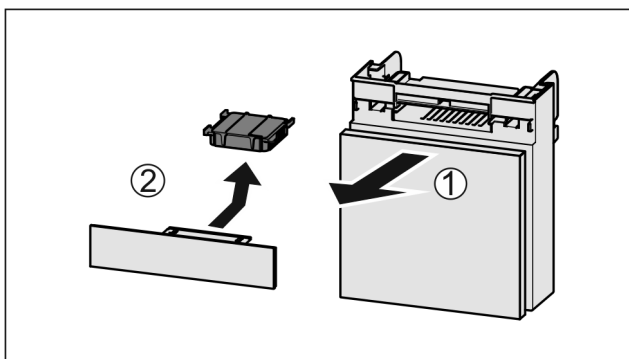

Fig. 99
- Estrarre il vano tirando in avanti Fig. 99 (1).
- Rimuovere il filtro a carboni attivi Fig. 99 (2).